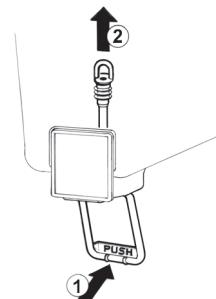

Bild 2
- 4** Ausschlauchventil: den Betätigungshebel des Hahns drücken (1) und den Gummischlauch aus der Auslauföffnung des Behälters lösen (2) (Bild 2).